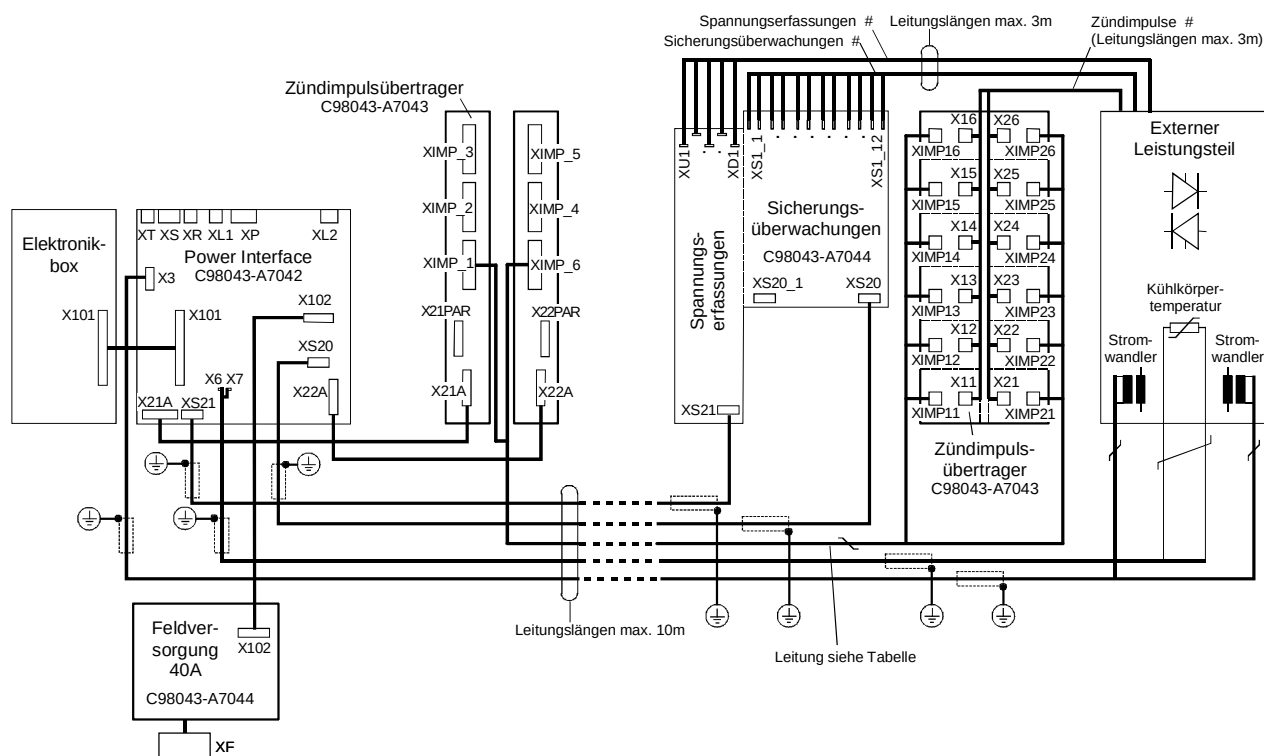

Bild 6.4.3
3. Wanne hinten und Wanne vorne übereinander oder getrennt montiert, Baugruppen C98043-A7043 und C98043-A7044 geteilt (Zündimpulsübertrager, Spannungserfassungen und Sicherungsüberwachungen beim Leistungsteil montiert), Feldversorgung bleibt in der Wanne (Bild 6.4.3)